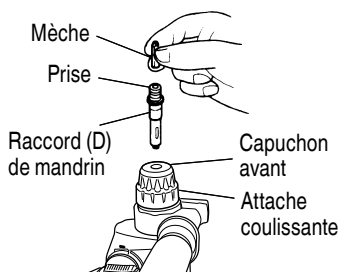

Fig. 22
4. Lors du vissage des vis machine (Fig. 22)
5. Lors du vissage des vis à bois (Fig. 22)